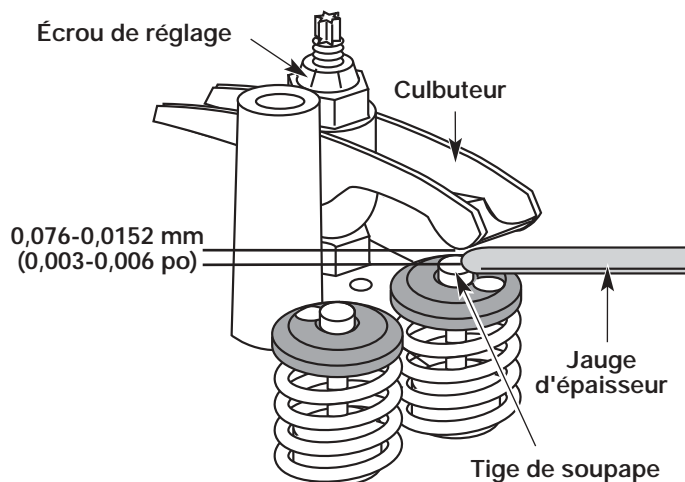

Figure 41
- a. Tournez l'écrou de réglage à l'aide d'une clé de 8 mm (5/16 po) ou d'un tournevis à embout hexagonal (Fig. 41).